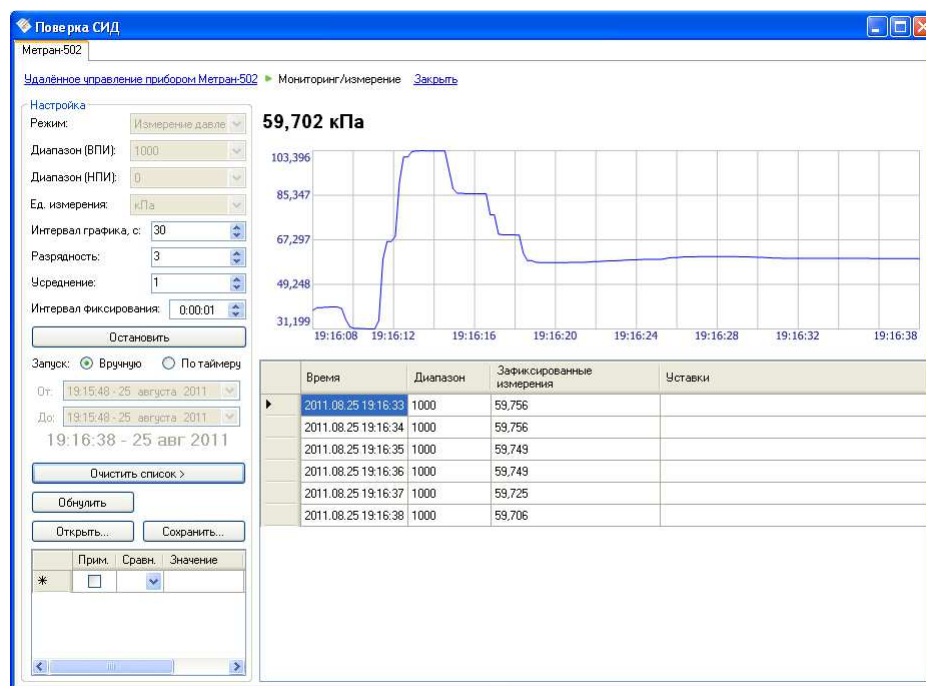

Рисунок 4.54 – Режим мониторинг/измерение
- Мониторинг/измерение (см. Рисунок 4.54);